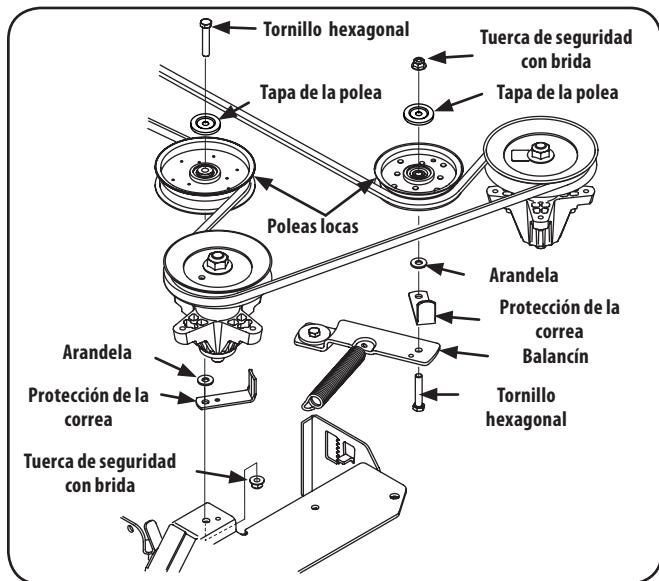

Figura 7-9
- Extraiga las dos poleas locas, para lo cual debe retirar los tornillos de cabeza hexagonal y las tuercas de seguridad con brida que las sujetan a la plataforma y el brazo de polea loca. Consulte la Figura 7-9. No afloje ningún elemento de ferretería al sacar el tornillo de cabeza hexagonal y la tuerca de seguridad con brida.
- Coloque la correa alrededor de las poleas locas que extrajo en el paso 3 con el lado en "V" orientado hacia adentro. Una vez que todo esté en su lugar, vuelva a colocar los elementos de ferretería y ajuste la tuerca de seguridad con brida para sujetar el conjunto. Consulte la Figura 7-9.
- Use una llave de $1\frac{5}{16}$ " para sostener la tuerca hexagonal en la parte superior del conjunto del husillo cuando afloje la tuerca hexagonal que fija la cuchilla. Se puede colocar un bloque de madera entre el alojamiento de la plataforma y el borde de corte de la cuchilla para ayudar a aflojar la tuerca hexagonal que fija la cuchilla. Vea la Figura 7-9.